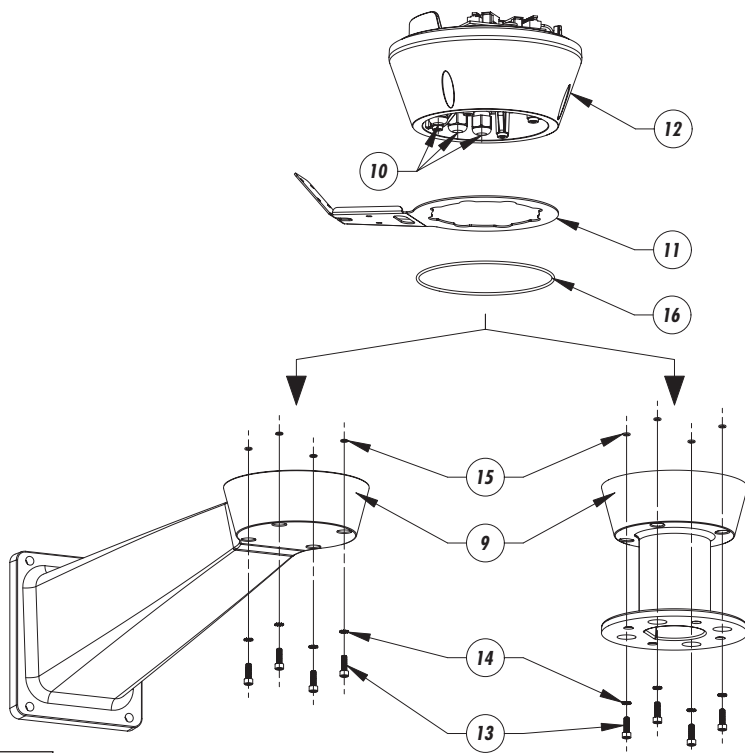
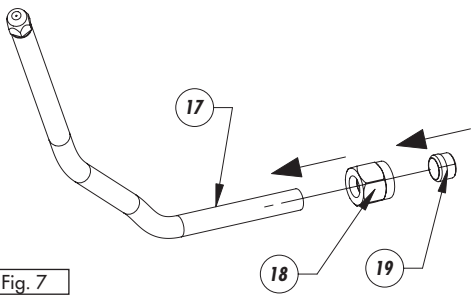
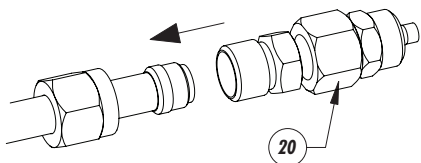

Fig. 6
Fig. 7
Fig. 8
⚠ Per fissare (Fig. 6) la base al supporto utilizzare le nuove viti in dotazione (13) e controllare che siano presenti le rondelle (14), le guarnizioni per viti (15) e la guarnizione (16).
- Dopo aver fissato il supporto (9, staffa o supporto a colonna), posizionare il sostegno tubo lavavetro (11) nella posizione desiderata come in Fig. 6.
- Introdurre i cavi all'interno dei pressacavi (10) e tenendo la base (12) a circa 20 cm dal supporto serrare i pressacavi.
- Fissare la base sul supporto utilizzando le nuove viti in dotazione (13).
- Una volta fissata la base al supporto, accorciare (Fig. 7) il tubo del lavavetro (17) secondo necessità e fissarlo al raccordo nel seguente modo: svitare il dado (18) dal raccordo, inserirlo nel tubo e inserire l'estremità del tubo sull'ogiva (19). Serrare (Fig. 8) il dado al raccordo (20).
⚠ To attach the base to the support (Fig. 6) use the new screws provided (13) and make sure the washers (14) are present, as well as the screw seals (15) and the gasket (16).
- After attaching the support (9, bracket or column support), position the washer pipe support in the desired position as in Fig. 6.
- Insert the cable in the cable glands (10) and, keeping the base (12) at about 20 cm from the support, lock the cable glands.
- Attach the base to the support using the new screws supplied (13).
- When you have attached the base to the support, shorten (Fig. 7) the washer pipe (17) as required and attach it to the coupling as follows: undo the nut (18) from the coupling, insert it into the pipe and insert the end of the pipe on the noscap (19). Lock (Fig. 8) the nut to the coupling (20).
⚠ Pour fixer (Fig. 6) la base au support, utiliser les nouvelles vis fournies (13) et contrôler la présence des rondelles (14), des garnitures vis (15) et de la garniture (16).
- Après avoir fixé le support (9, bride ou support à colonne), positionner le support tube lave-vitre (11) en position désirée comme sur la Fig. 6.
- Introduire les câbles à l'intérieur des presse-câbles (10) en tenant la base (12) à environ 20 cm du support et serrer les presse-câbles.
- Fixer la base sur le support au moyen des nouvelles vis fournies (13).
- Après avoir fixé la base au support, raccourcir (Fig. 7) le tube de lave-vitre (17) selon les nécessités et le fixer au raccord de la façon suivante : desserrer l'écrou (18) du raccord, l'insérer dans le tube et introduire l'extrémité du tube sur l'ogive (19). Serrer (Fig. 8) l'écrou au raccord (20).
⚠ Zur Fixierung (Fig. 6) der Basis an der Halterung verwenden Sie bitte die neuen Schrauben aus dem Lieferumfang (13) und kontrollieren Sie, ob die Unterlegscheiben (14), die Schraubendichtungen (15) und die Dichtung (16) vorhanden sind.
- Nach der Befestigung der Halterung (9, Bügel oder Haltesäule) die Stütze des Scheibenwaschschlauches (11) an der gewünschten Stelle positionieren, siehe Fig. 6.
- Die Kabel in die Kabelklammern (10) einführen und die Basis (12) ungefähr 20 cm von der Halterung entfernt festhalten. Gleichzeitig die Kabelklammern festziehen.
- Die Basis mit den neuen, im Lieferumfang enthaltenen Schrauben (13) auf der Halterung fixieren.
- Wenn die Basis an der Halterung befestigt ist, die Leitung der Scheibenwaschanlage (17) nach Bedarf kürzen (Fig. 7) und folgendermaßen am Anschluß festmachen: Die Mutter (18) vom Anschlußstück schrauben, dieses in das Rohr einführen und das Leitungsende auf den Dichtkegel (19) setzen. Die Mutter auf dem Anschlußstück (20) festschrauben (Fig. 8).